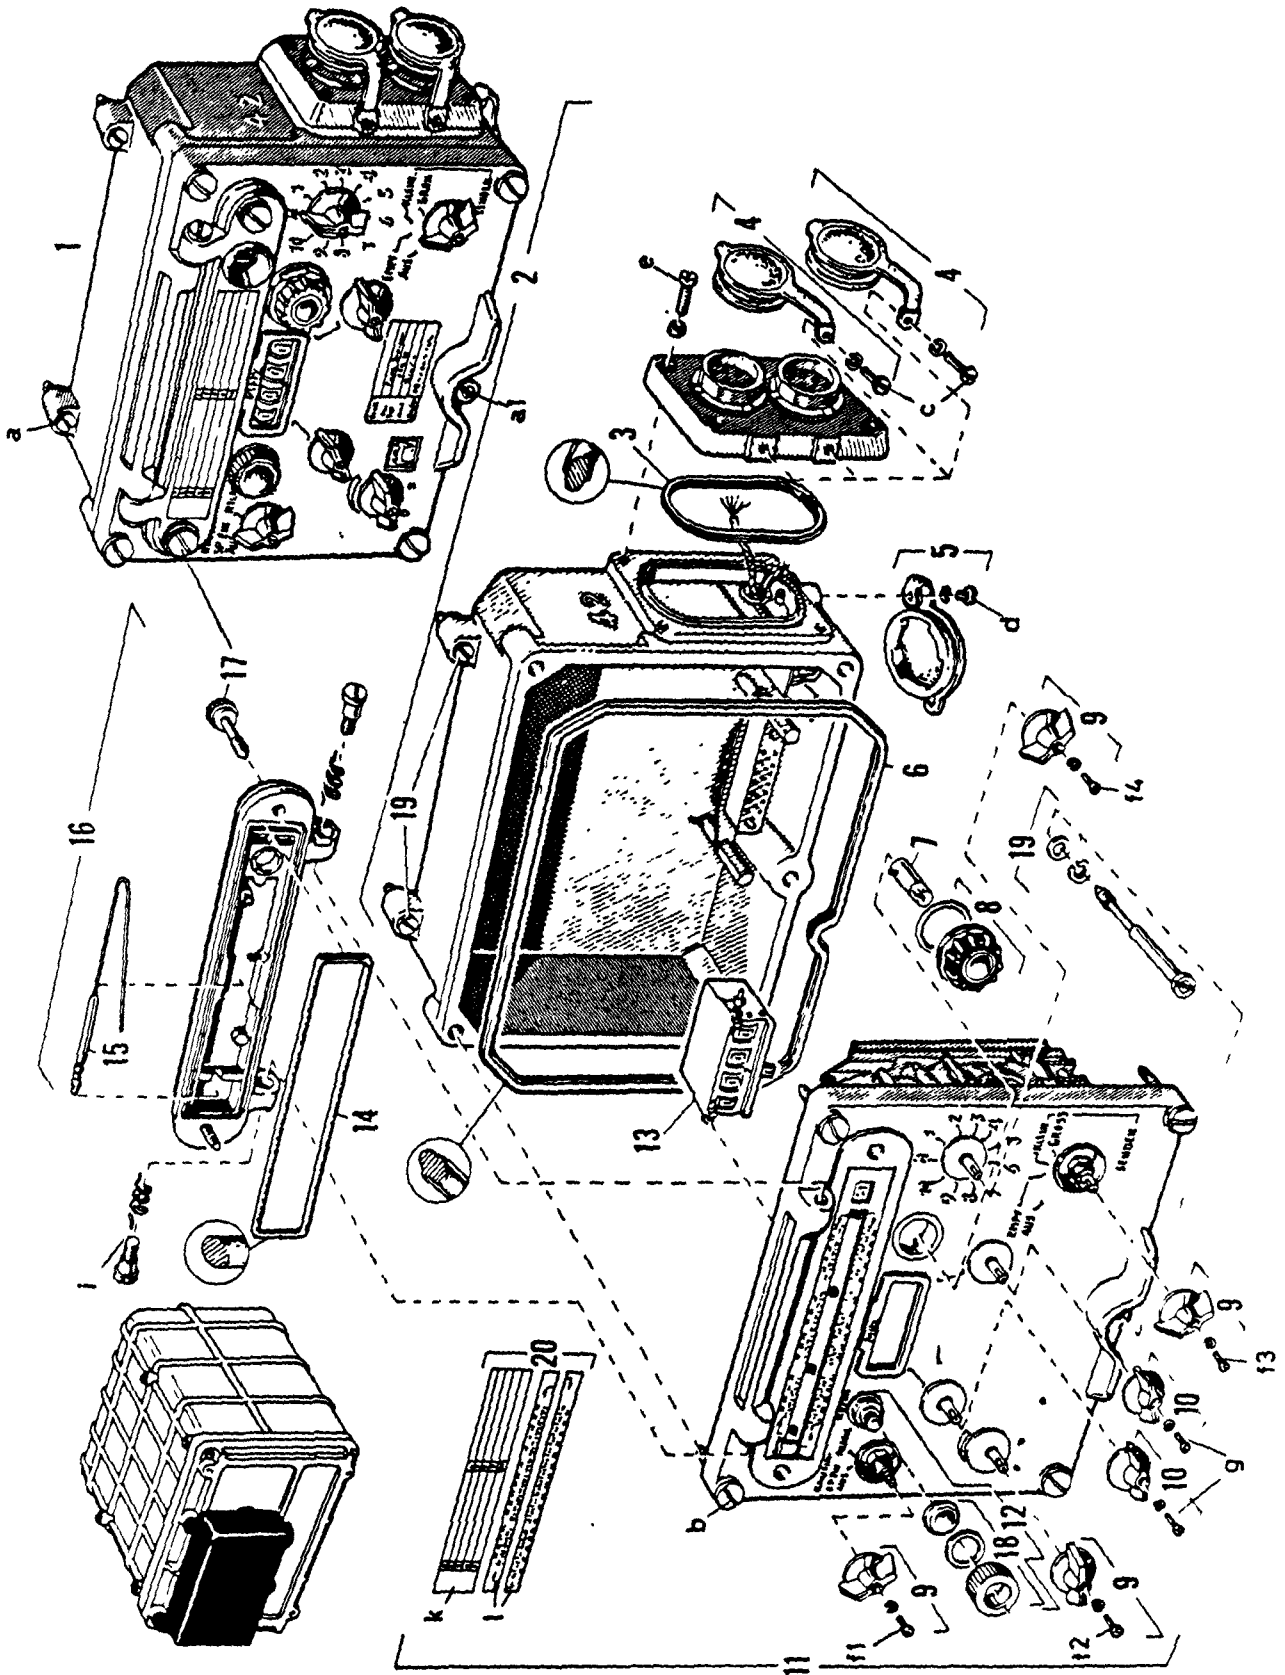

Bild 29. Funk - Bediengerät SEM 25
4.4.4.9. Drehknopf (Bild 29/9)
4.4.4.10. Drehknopf (Bild 29/10)
4.4.4.11. Bediengerät, Einsatz (Bild 29/11)
4.4.4.12. Druckknopf (Bild 29/18)
- Stelle die beiden Drehknöpfe (10) Bild 29 in die linke Anschlagstellung 26,00 MHz.
- Drehe die Knöpfe (10) Bild 29 und stelle fest, daß die weitere Frequenzanzeige auch richtig im Anzeigefenster erscheint.
4.4.4.14. Dichtung (Bild 29/14)
4.4.4.16. Klappdeckel (Bild 29/16)
4.4.4.18 Schutzkappe, Druckknopf (Bild 29/18)
4.4.4.19. Befestigungsteile (Bild 29/19)
4.4.4.20. Bezeichnungsschilder, Satz (Bild 29/20)